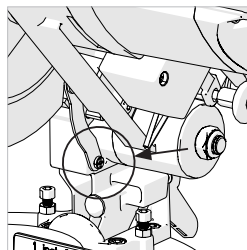

Fig. 28
- Relâchez le levier de carter de protection bas en retirant et en rangeant sa vis pivot. (**Fig. 28**)